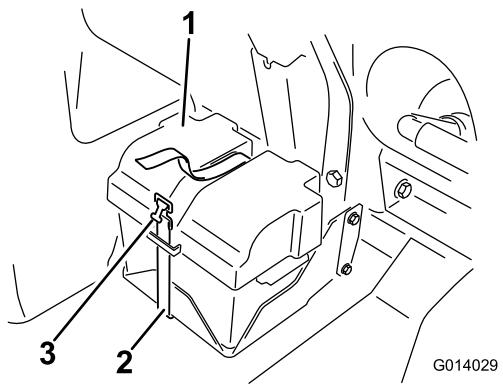
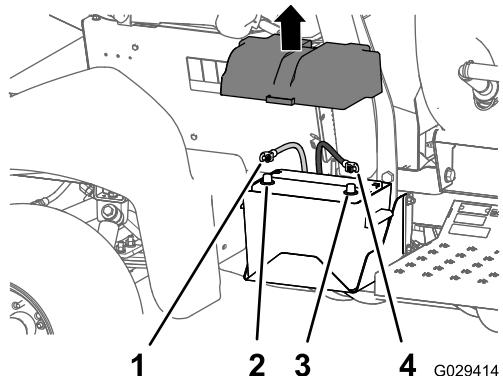

Figura 2
Figura 3
1. Staccate il coperchio della batteria e scolligate il cavo negativo (nero, di terra) dal polo della batteria (Figura 2 e Figura 3).
2. Staccate il cavo positivo (rosso) dal polo della batteria (Figura 3).